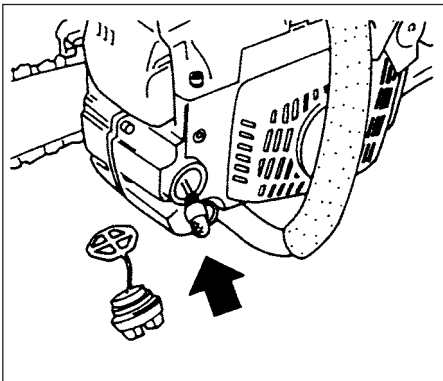

Рис.3-8
**Фильтр масла для цепи (Рис. 3-8)**